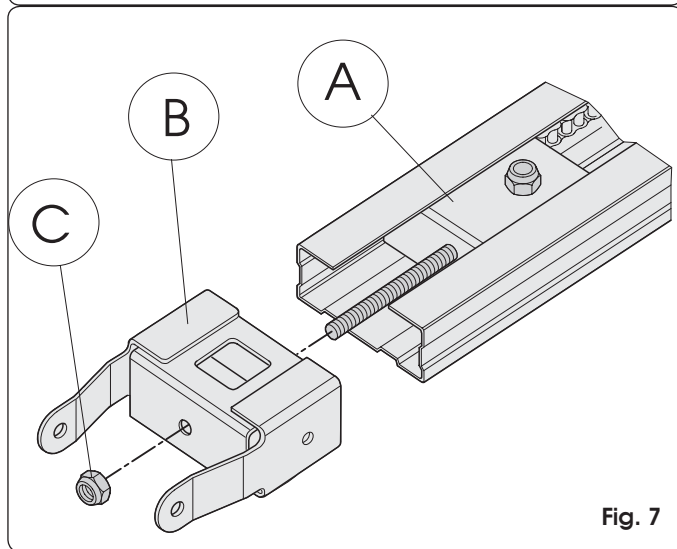

Fig. 7
- 2) Fare scorrere lungo tutta la guida di scorrimento il gruppo di rinvio (Fig. 7 rif. A) fino a portarlo in prossimità del terminale anteriore, quello opposto al gruppo innesto trazione.
- 3) Assemblare l'attacco anteriore (Fig. 7 rif. B) al gruppo di rinvio (Fig. 7 rif. A).
- 4) Mettere leggermente in tensione la catena avvitando il dado (Fig. 7 rif. C).